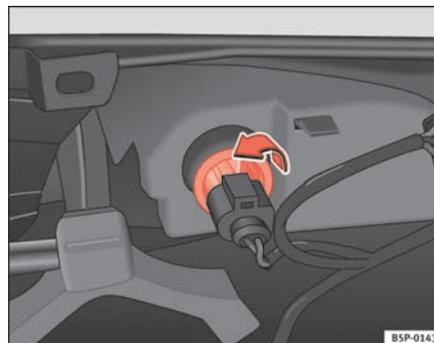

Fig. 194 Indicatore dal lato interno del paraurti
- Girare il portalampe verso sinistra, ed estrarlo seguendo il senso della freccia ⇒ fig. 194.